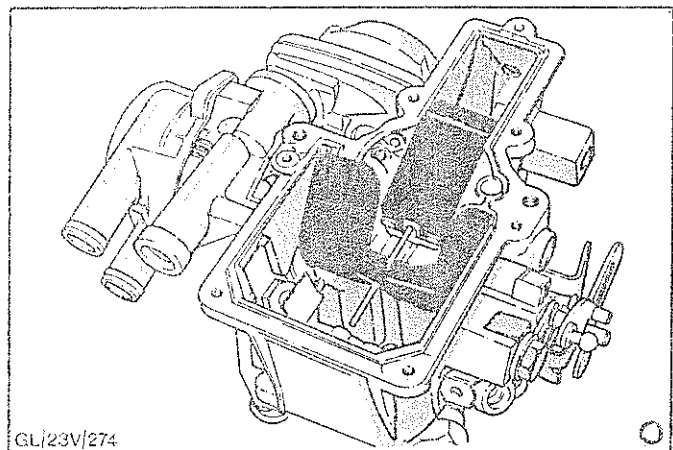

Abb.44 Auslaßkanal - Beschleunigerpumpe
5. Einwegventil im Auslaßkanal-Beschleunigerpumpe vorsichtig durch Wenden des Vergasers herausnehmen. Auslaßkanal-Beschleunigerpumpe siehe Abb.44.